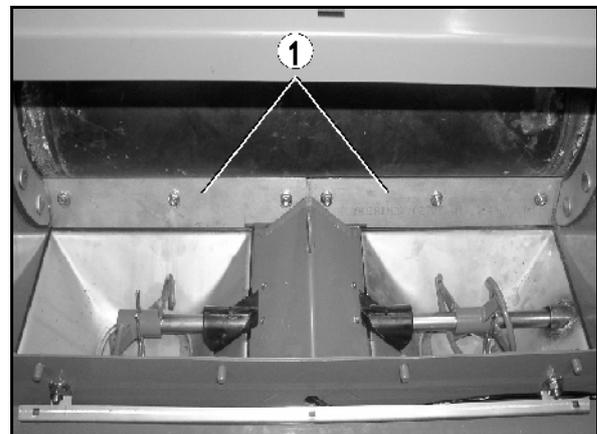
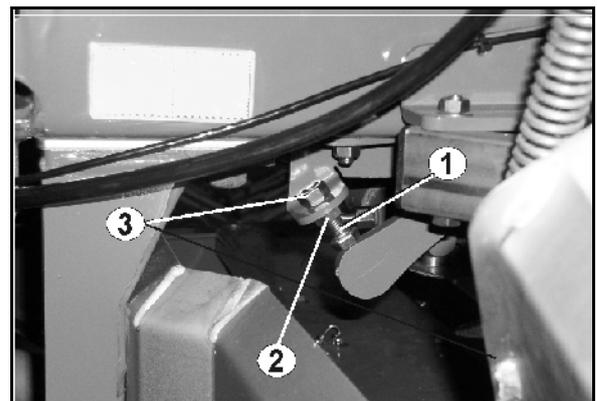

Fig. 85
Fig. 86
La pression du décrotteur (Fig. 85/1) sur la bande de fond se règle **de chaque côté** de la machine à l'aide des vis de réglage (Fig. 86/1) :
1. Serrez l'écrou (Fig. 86/2) de la vis de réglage de façon à ce que les segments de tôle soient plaqués à la bande de fond.
2. Serrez le contre-écrou (Fig. 86/3) à l'aide d'un outil.